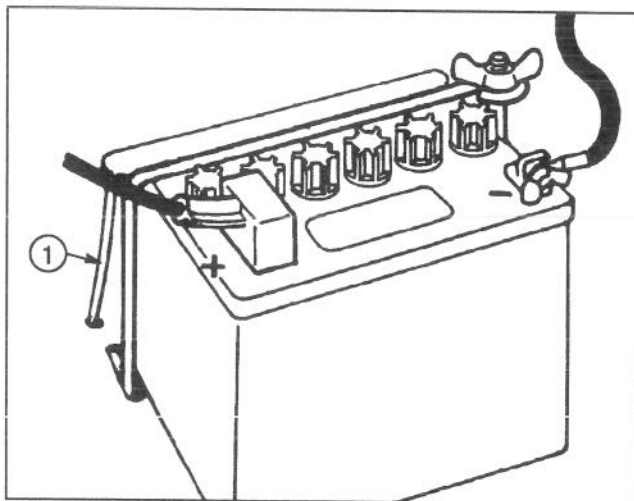

Figure 9
9. Installer la batterie de façon à ce que les bornes soient dirigées vers l'arrière de la machine et que le tube d'aération soit sur la gauche de la batterie, à travers le trou du cadre (Fig. 9).
11. Installer le câble positif (enveloppe caoutchouc sur l'extrémité) sur la borne positive (+) et le câble négatif (noir) sur la borne négative (-) de la batterie et les fixer à l'aide des boulons à tête et des écrous papillons. Glisser l'enveloppe de caoutchouc sur la borne positive afin d'éviter toute possibilité de court-circuit (Fig. 9).